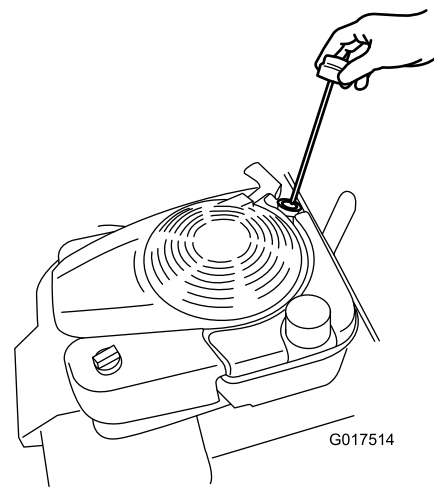

Figura 32
8. Retire la varilla (Figura 32) y vierta aproximadamente tres cuartas partes de la capacidad total del cárter por el tubo de llenado de aceite.